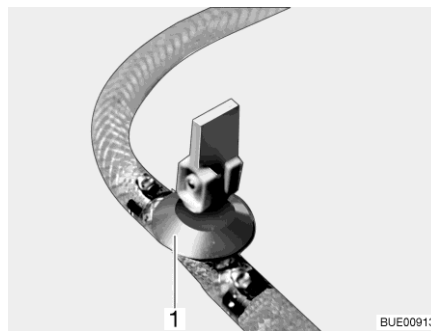

Bild 223 Ablasshahn
- Ablasshahn/Ablasshähne schließen. Dazu den Kipphebel (Bild 223,1) waagrecht stellen.
- Ablasshahn/Ablasshähne (Bild 223) öffnen. Dazu den Kipphebel (Bild 223,1) senkrecht stellen. Der Boiler wird nach außen entleert.